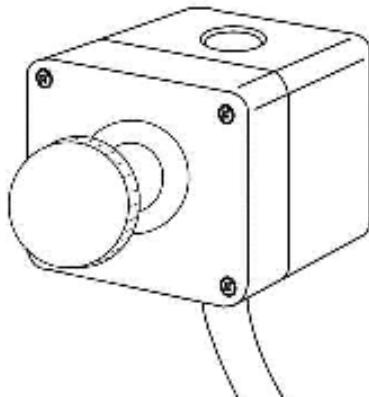

Рис. 13
Станок останавливается при нажатии красной кнопки OFF (ВЫКЛ.) (B) или переключателя OFF (ВЫКЛ.) на пульте выключения (U, рис. 1, Рис. 13).
Пульт выключения (U, Рис. 1, Рис. 13) останавливает станок.